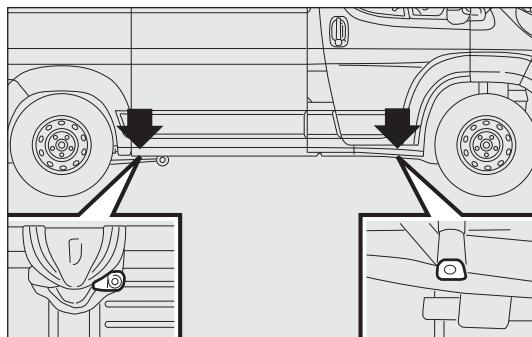
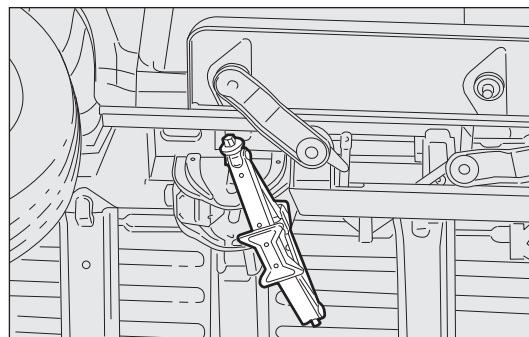

fig. 159
fig. 160
- ☐ fixer le cric au niveau du support de levage le plus près de la roue à changer aux points indiqués dans la fig. 159. Pour les versions à empattement court avec marche-pied escamotable, le cric doit être placé sur le point de levage indiqué dans la fig. 160 orienté (45°) de façon à ne pas interférer avec le marche-pied escamotable;